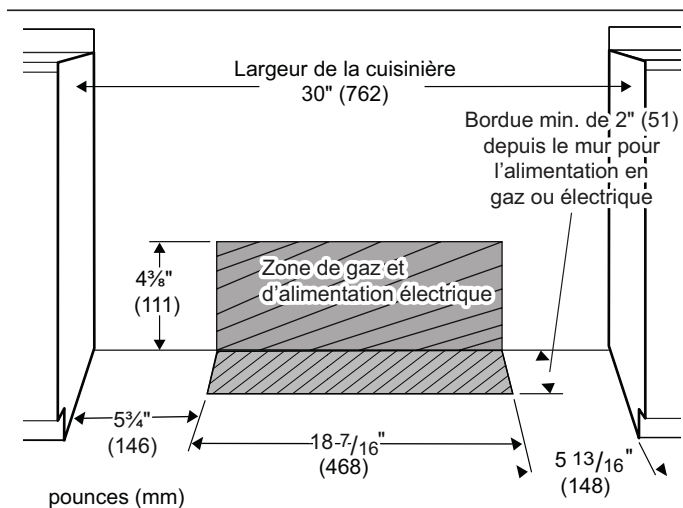

Figure 4 : Emplacement de l'alimentation électrique et en gaz
- Les entrées d'électricité et de gaz doivent se trouver dans les zones indiquées à la *Figure 4*.